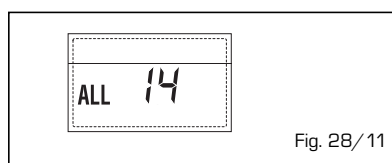

Fig. 28/11
**- ANOMALIA DEL VENTILATORE "ALL 15" (fig. 28/12)**